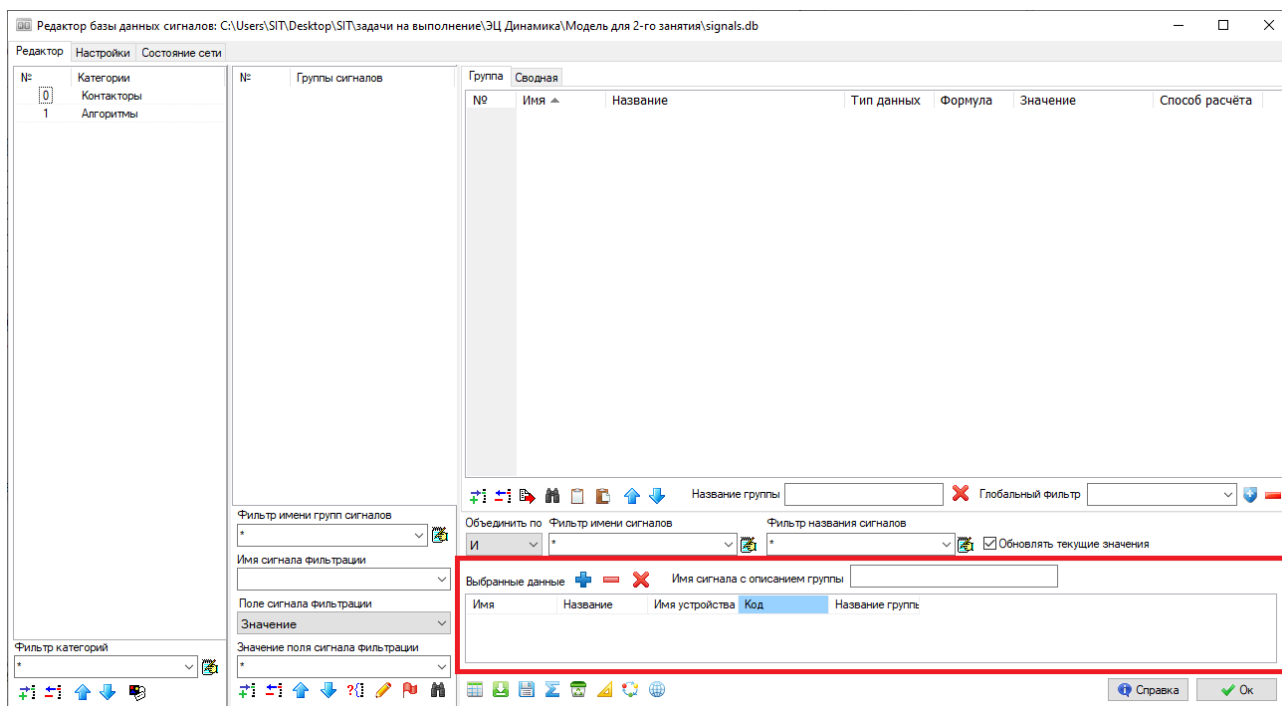

Рисунок 5.6.2. Редактор базы данных с областью «Выбранные данные».
- 4) Нажмите на кнопку «Заполнить выделенное из базы». При нажатии на эту кнопку происходит вызов окна редактора базы данных. При этом в окне редактора на вкладке «Редактор» появляется еще одна область – «Выбранные данные» (Рисунок 5.6.2).